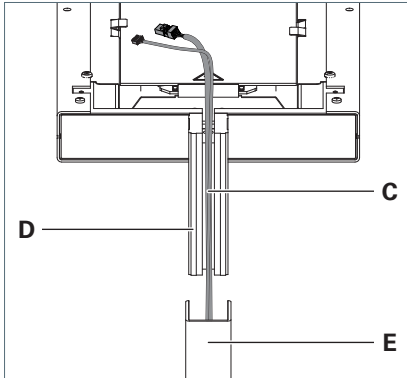

Fig. 2: Leuchtenkopf auf das Standrohr montieren.
- Führen Sie die Leitungen **C** von unten in die Nut im Tragarm **D** am Leuchtenkopf und stecken Sie den Tragarm vollständig in das Standrohr **E**, siehe Fig. 2.